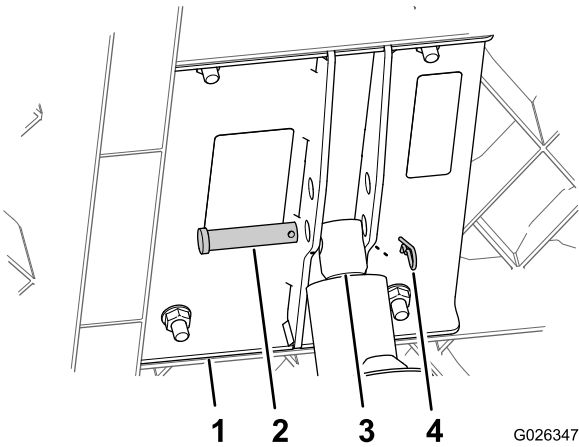

Figura 7
- 5. Rimuovete la coppiglia e il perno con testa dalla staffa di sollevamento (Figura 7).
- 6. Separate l'asta sull'attuatore del pianale dalla staffa (o staffe) di sollevamento (Figura 7).